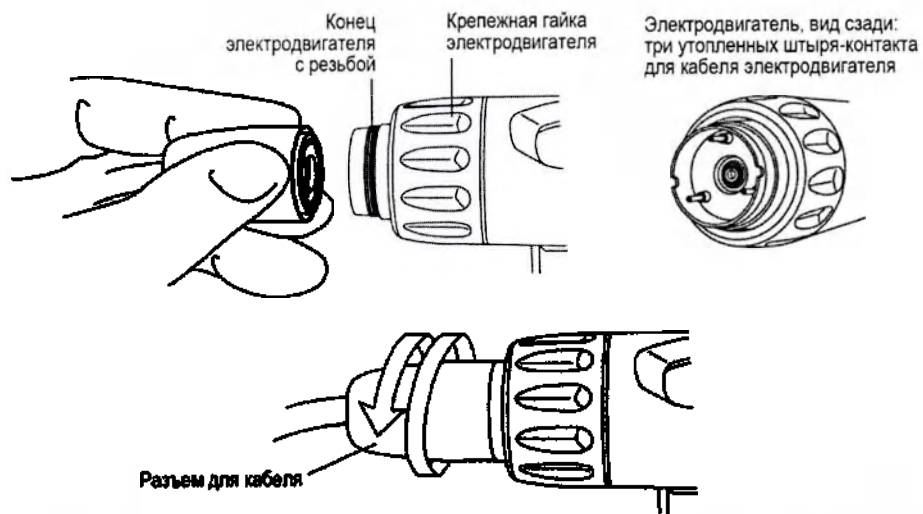

Рисунок 7-2 Подключение кабеля к электромотора привода фрезы
- a Вставить разъем кабеля электромотора фрезы в разъем электромотора с тремя гнездовыми штырями-контактами на конце электромотора с резьбой (**Рисунок 7-2**). Можно повернуть разъем кабеля по его оси для попадания штырей разъема кабеля в гнездовые разъемы электромотора.
- b Зафиксировать соединение, затянув разъем кабеля на резьбе разъема корпуса электромотора (**Рисунок 7-2**).